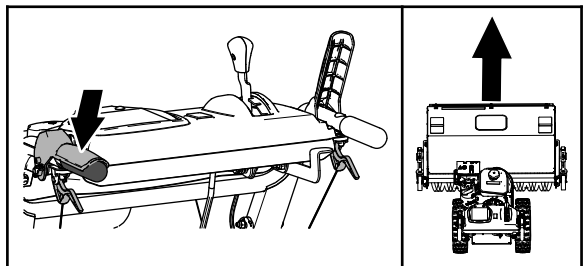

Figure 15
- Pour avancer en ligne droite, serrez le levier de commande de déplacement mais pas les leviers de débrayage des roues (Figure 15).